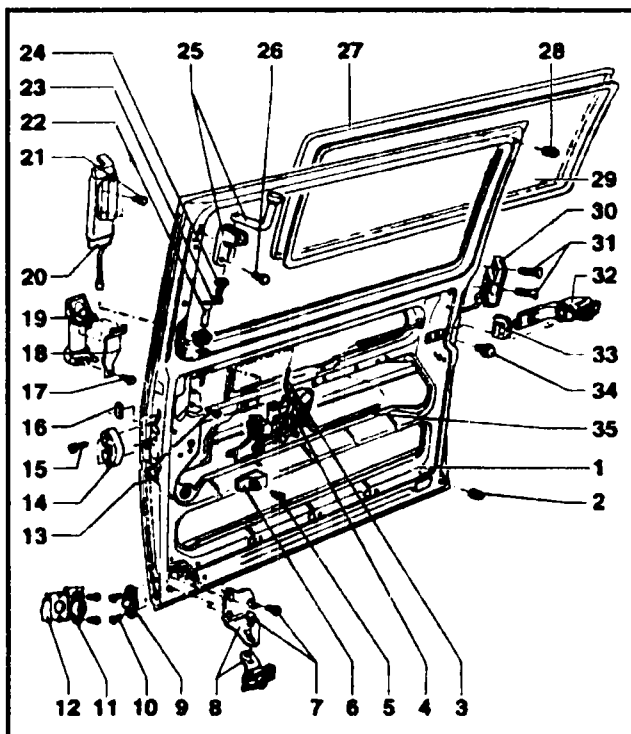

Рис. 10.30 Устройство боковой сдвижной двери
◆ С внутренней стороны двери отверните винт (5, рис. 10.30) и снимите центральный упор (6).
- ◆ Вынув из проема, передвиньте дверь назад, чтобы боковой ползун (32, рис. 10.30) вышел из наружной боковой направляющей. Сняв, поставьте дверь в сторону.
Установка выполняется в обратной последовательности. Моменты затяжки винтов см. на рис. 10.30.
- ◆ Сдвижную дверь закройте и со стороны салона ослабьте болты (34, рис. 10.30).